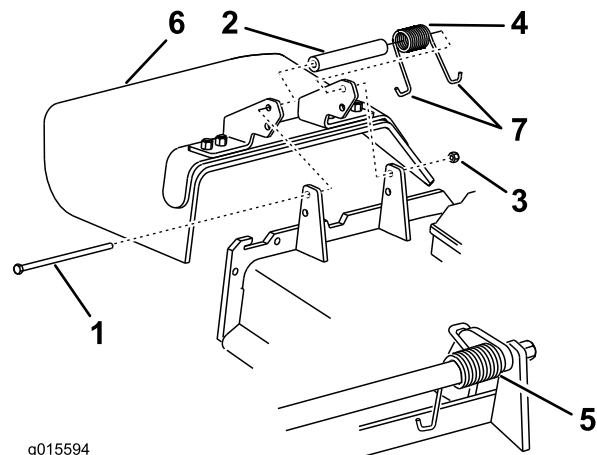

Figure 106
Remarque: Prenez soin de placer une extrémité en **J** du ressort derrière le bord du tablier avant de mettre le boulon en place, comme illustré à la Figure 106.
3. Remettez le boulon et l'écrou. Accrochez une extrémité en **J** du ressort au déflecteur d'herbe (Figure 106).
1. Retirez le contre-écrou, le boulon, le ressort et l'entretoise qui fixent le déflecteur aux supports de pivot (Figure 106). Enlevez le déflecteur s'il est endommagé ou usé.